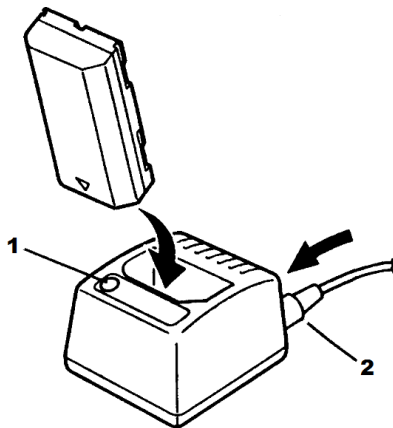

Figure 4. Schéma du chargeur de la batterie à une fente
- Branchez la sortie de l'adaptateur secteur sur le jack d'entrée situé à l'arrière du chargeur de la batterie tel qu'indiqué dans la figure 4.
- Il suffit de placer le bloc-batterie dans l'étui du chargeur tel qu'indiqué dans la figure 4. Assurez-vous que les deux contacts dorés de la batterie sont placés orientés vers le bas dans l'étui.